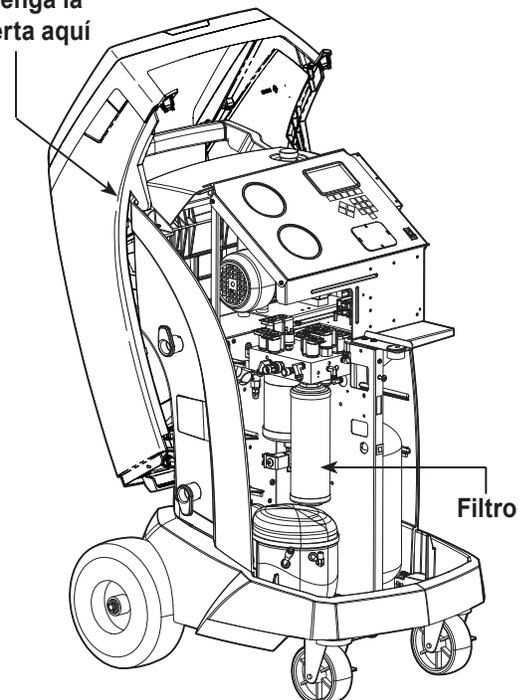

Figura 9
3. Sostenga la cubierta en la parte posterior de la máquina como se muestra en la Figura 9.
4. Sostenga la cubierta en la parte posterior de la máquina como se muestra en la Figura 9.